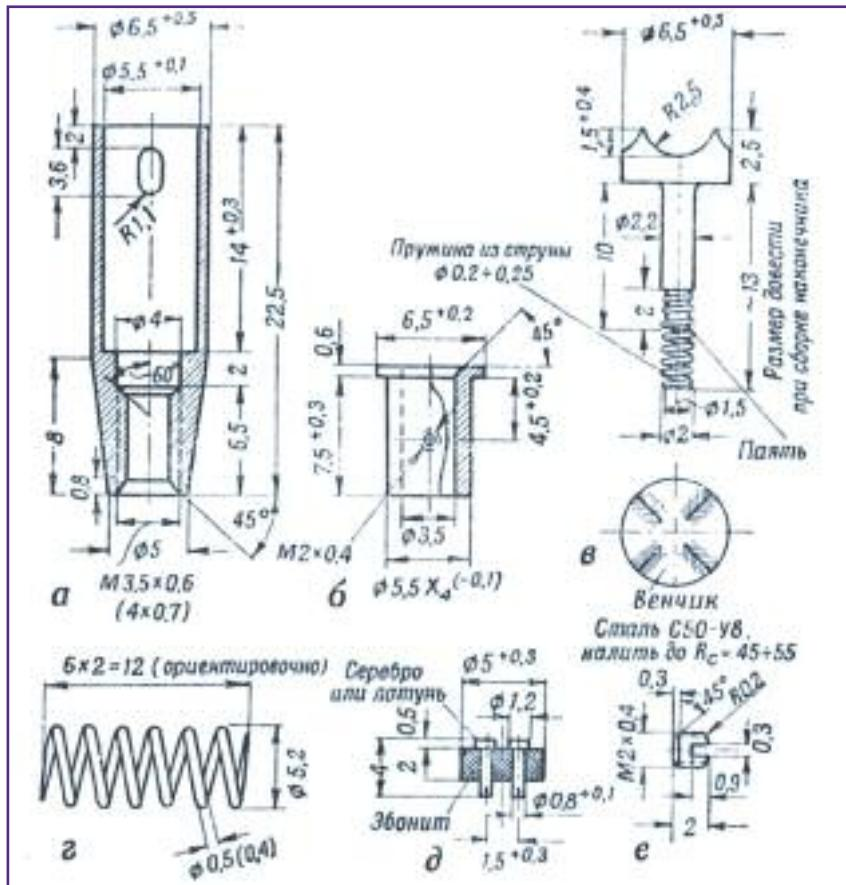

Рис. 30. Детали контактного наконечника: а) корпус, б) втулка, в) венчик с контактной пружиной, г) возвратная пружина, д) контакты, е) упорный винт
Для закрепления наконечника на клинке в корпусе его метчиками (метчиком называется инструмент для нарезки винтовой резьбы в отверстиях) нарезается резьба. Диаметр ее желателен 3,5мм, так как внутренний диаметр у нее равен приблизительно 2,6 мм (рис. 30 а). Однако нарезать резьбу 3,5х0,6 мм удается редко, так как трудно достать необходимый инструмент, и поэтому приходится нарезать резьбу 4х0,7 мм. Конец клинка при этом должен иметь сечение не менее 3,5х3,5 мм.
пускаются: должна быть обеспечена так называемая ходовая посадка по третьему-четвертому классу точности (рис. 30 б).
Венчик вытачивается на токарном станке из высоко-углеродистой стали (C50, У7 и других закаливаемых сталей). Для получения у него острых зубцов сначала вытачивается цилиндр высотой 2,5мм без изменения остальных размеров венчика. Затем на поперечном срезе цилиндра круглым напильником диаметром 4-5 мм крест-на-крест пропиливаются два паза до образования на зубцах острых вершин (рис. 30 в). Конец стержня венчика затачивается под контактную пружину до диаметра 1,5 мм.
Контактная пружина делается из тонкой струны диаметром 0,2-0,25 мм, укрепляется и припивается к стержню венчика. Наружный диаметр ее должен быть не больше диаметра стержня венчика (см. рис. 30 в). В крайнем переднем положении венчика зазор между пружиной и контактами (3) должен быть не менее 1 мм.
менее 750 г. После этого концы пружины стачиваются на шлифовальном круге перпендикулярно ее продольной оси (рис. 30 г).
Контакты изготавливаются из серебра или в крайнем случае из латуни. Каждый контакт вытачивается напильником в форме гвоздика со шляпкой и запрессовывается в эбонитовый или текстолитовый цилиндр (рис. 30 д). В цилиндре просверливаются отверстия диаметром 0,7-0,8мм. Но сверло для отверстий такого размера найти трудно и потому их можно просто провернуть шилом, сделанным из швейной иглы, доведенным на шлифовальном круге до квадратного сечения.
Упорный винт изготавляется из стальной проволоки диаметром 2 мм. При сборке он завертывается через овальное отверстие в корпусе наконечника во втулку подвижной части и ограничивает ее ход (рис. 30 е). После сборки стачивается впоптей с наружной поверхностью корпуса наконечника.